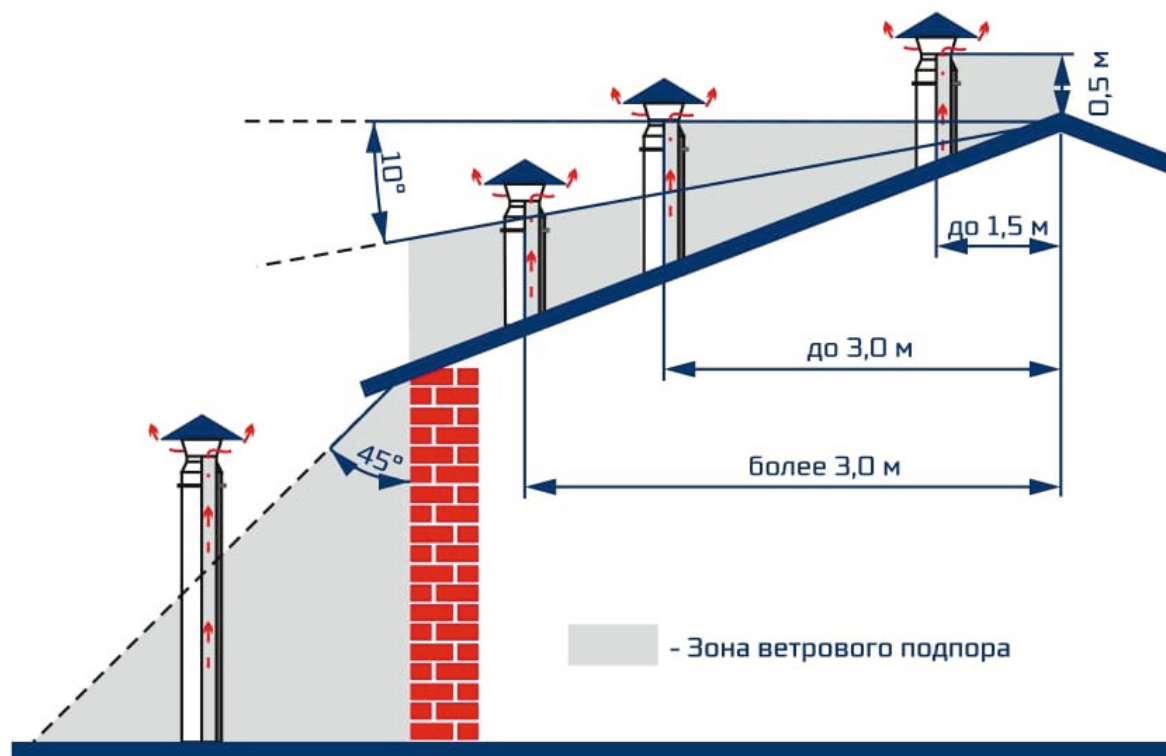

Рисунок 4. Вылет трубы дымовой трубы в зависимости от конструкции кровли.
8. Для получения нормального режима горения топлива и создания тяги (в случае эксплуатации без Горелки) необходимо иметь прямую дымовую трубу, разряжение за котлом и высоту дымовой трубы в этом случае уточняйте у Производителя или согласно расчета системы отопления. В случае необходимости допускается прокладывать горизонтальные газоходы (борова) длиной не более 1,5 м. Высоту дымовой трубы над крышей (в зависимости от расстояния ее до конька крыши) рекомендуется выполнить как показано на рис. 4.